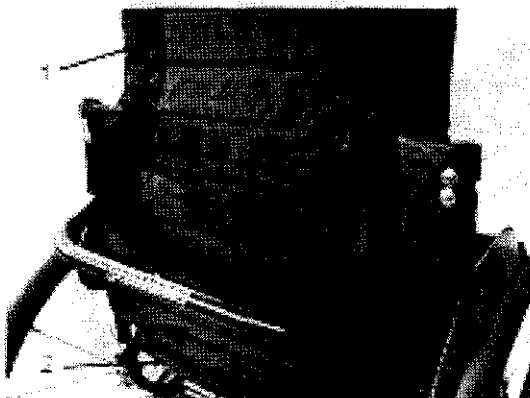

Fig. 15
5) Tensado del tapizado del respaldo (Fig. 15)